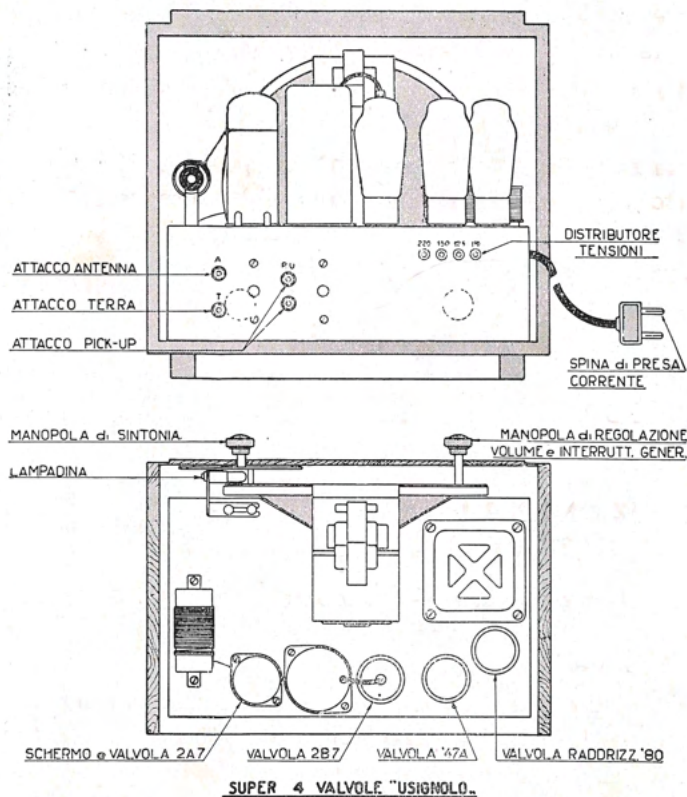

Fig. 1
1) **Alimentazione.** — L'apparecchio è alimentato direttamente dalla corrente alternata ed a tale scopo esso è munito di un cordone con spina luce, da inserirsi in una presa di corrente. L'apparecchio può funzionare alle tensioni di 110-125-160-220 Volt, e l'adattamento alla tensione della rete, si ottiene avvitando la vite del partitore cambia-tensioni (vedi fig. 1) nella boccola del partitore stesso corrispondente alla tensione desiderata.
4) **Terra.** — Questa va collegata all'apposita boccola segnata T in fig. 1. Costituiscono una buona presa di terra
2) Inserire esattamente le valvole nei rispettivi zoccoli sistemando i cappellotti e gli schermi, come indicato in fig. 1.